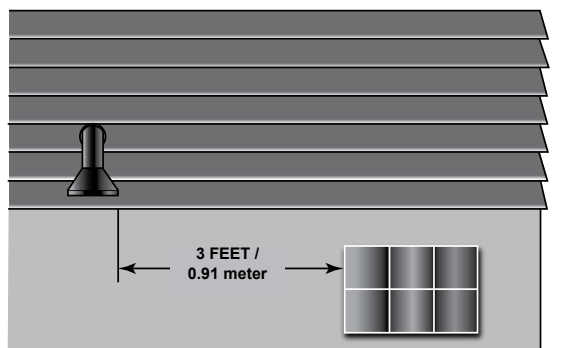

图2. 放空口指向下方的调压器
- 令放空口垂直指向下方来安装调压器，详见图2。若放空口不能安装在垂直向下的位置上，则调压器必须安装在一个单独的防护盖下。令放空口朝下来安装调压器，能使冷凝液排空，最大限度减少水或其它碎屑由于进入放空口而进入调压器，并且最大限度减少由冰冻的沉积物造成的放空口的阻塞。